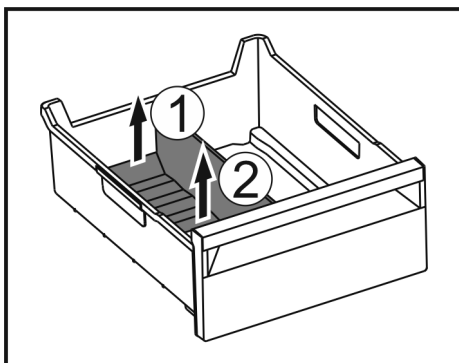

Fig. 115
- ▶ Приподнимите заднюю часть разделителя отделения для льда. Fig. 115 (1)
- ▶ Извлеките разделитель отделения для льда движением вверх. Fig. 115 (2)